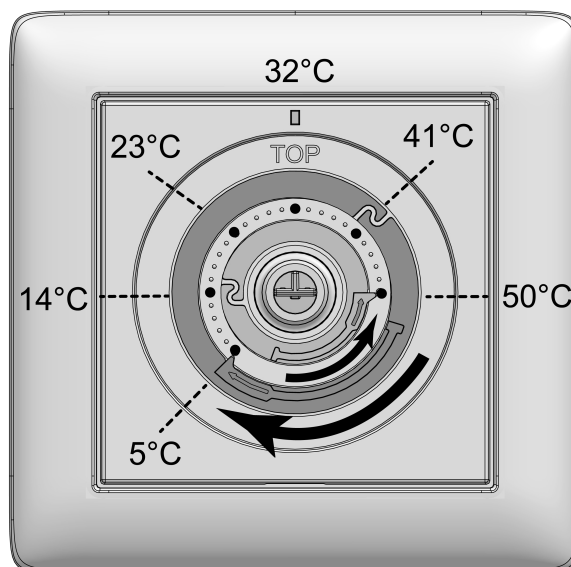

Figura 4: Anelli di regolazione per la limitazione della temperatura
- Estrarre il pulsante di comando (5) dalla piastra centrale (4) in modo che gli anelli di impostazione (6) siano visibili (Vedi figura 4). I valori di temperatura raffigurati nell'immagine servono per l'orientamento.